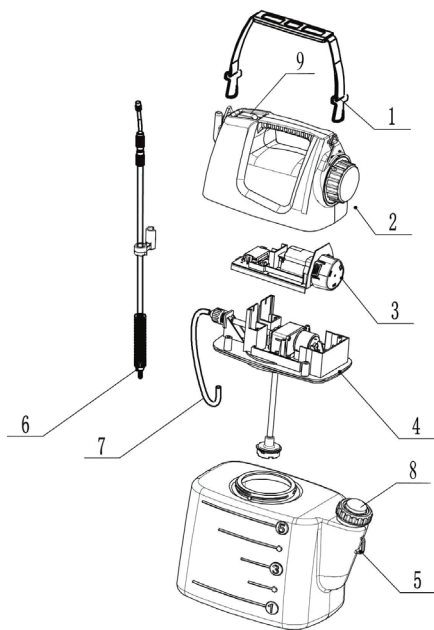
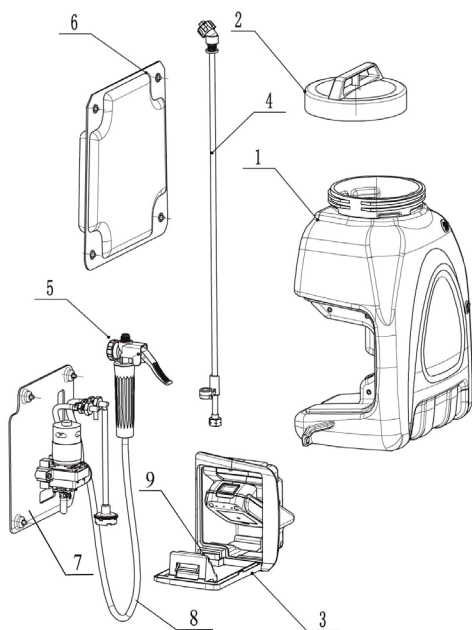

рис. 1
рис. 2
4.1 Общий вид опрыскивателя модели АСО - 12 представлен на рис. 1:
4.1 Общий вид опрыскивателей моделей АСО - 14,4 и АСО - 18 представлен на рис. 2:
Распылительную трубку **4** (рис. 2) с вставьте в рукоятку **5** (рис. 1) и зафиксируйте с помощью накидной гайки, закрутив гайку от руки.
- Модель АСО - 12 . Для начала опрыскивания установите выключатель **9** (рис. 1) в положение «ВКЛ».
- Модели АСО-14,4 и АСО-18 для включения установите выключатель **9** (рис. 2) в положение «ВКЛ» и нажмите спусковой рычаг **5** (рис. 2)